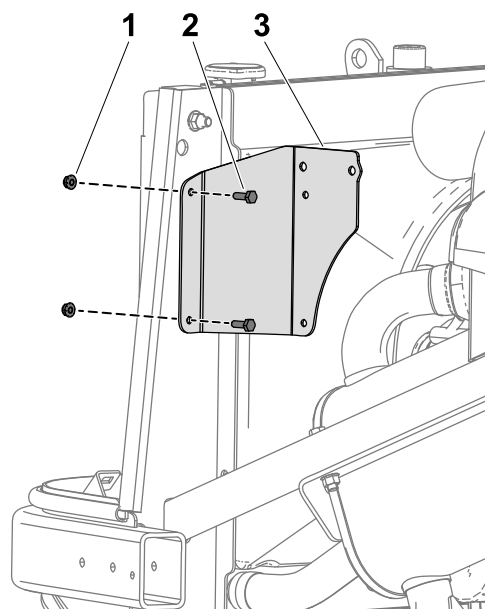

図 14
1. ブラケットを取り付けるラジエターのオーバーフロータンク用ブラケットから取り外したボルト 1/4 x 3/4 インチ 2 本とナットを使用する 図 14。